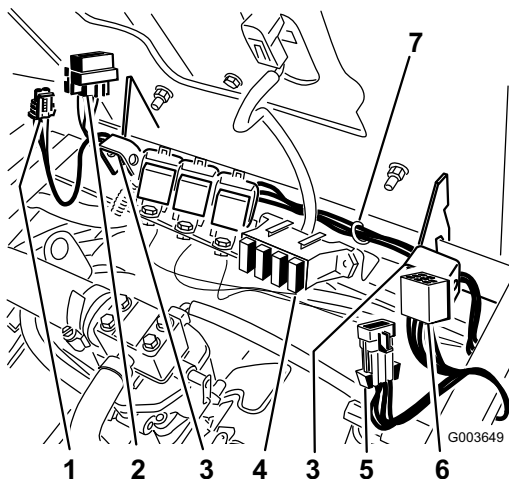

Figura 32
3. Infilate il cablaggio preassemblato lungo la cerniera del sedile dall'interruttore al relè montato in precedenza sulla valvola (Figura 32).
Montate il fusibile nell'attacco destro del portafusibili (Figura 32).